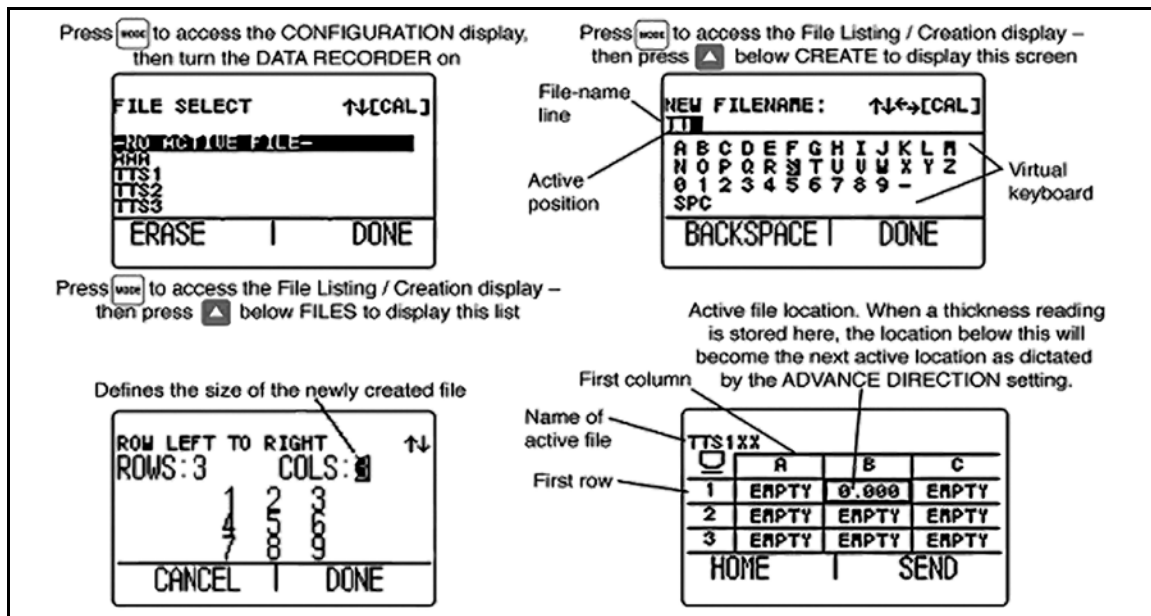

图 5: 文件显示模式
- **文件显示模式** - 可让用户在数据记录文件中创建并存储厚度读数。只有安装并激活数据记录选件后，此功能才可用（请参阅第 12 页的图 5）。安装并激活数据记录选件后，用户即可以创建数据记录文件、存储厚度读数，以及浏览文件内容。